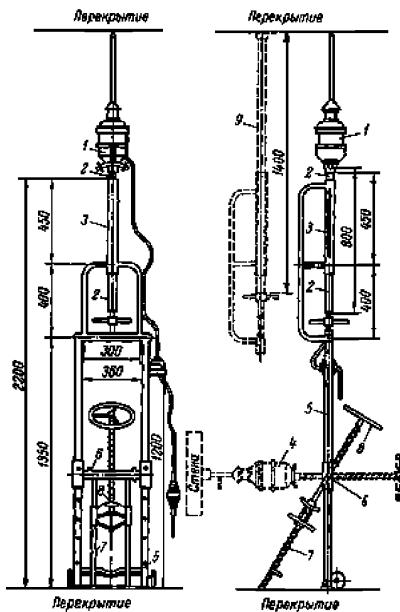
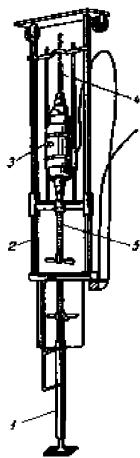
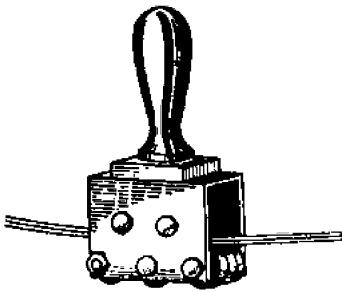

Рис. 1. Станок-стойка для сверления отверстий в полах, потолках и стенах
Рис. 2. Устройство для создания давления на сверло при сверлении отверстий в стенах и перекрытиях
Рис. 3. Приспособление для правки плоских проводов
5. Гнезда и отверстия в кирпичных и бетонных основаниях пробивают с помощью пневматических молотков перфораторов, электромолотков. Для сверления отверстий применяют электросверлилки, для сверления отверстий под любым углом - станок-стойку (рис. 1), для сверления проходов в стенах - специальный штатив, для сверления отверстий в потолке диаметром до 32 мм - станок-стойку (рис. 2) в соединении с винтовым домкратом; борозды и канавки вырубают вручную или с помощью бороздофрезы. Для правки проводов применяют специальное приспособление (рис. 3).